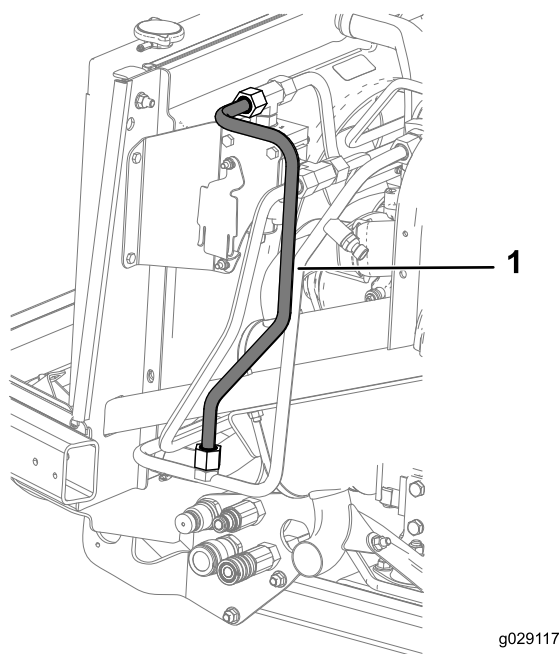

図 26
6. 図 26に示すように、油圧ホースEを、右側マニホルドアセンブリのT字アダプタフィッティング 5/8 インチ、オスに取り付ける。